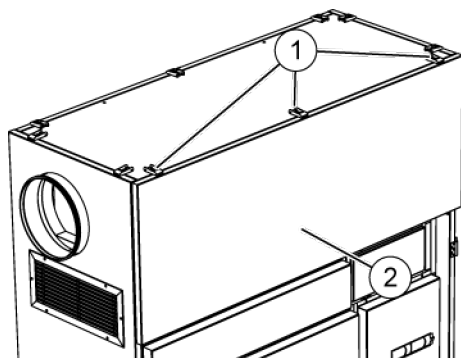

Abb. 50: Vordere Verkleidung
- 39.** ▶ Vordere Verkleidung (Abb. 50/2) an das Gerät andrücken und mit den Spannverschlüssen (Abb. 50/1) befestigen.